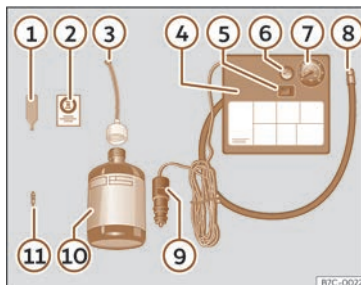

Fig. 38 Representación estándar: contido do kit anticipadas.
O kit anticipadas atópase no compartimento do maleteiro, baixo o revestimento do chan. Inclúe os seguintes compoñentes»» **fig. 38** :
- Desaparafuse a carapucha e o obús da válvula do pneumático. Use o dispositivo »» **fig. 38** 1 para extraer o obús. Póñao sobre unha superficie limpa.
- Sacuda con forza a botella de illante de pneumáticos»» **fig. 38** 10.
- Enrosque o tubo de inflamento»» **fig. 38** 3 na botella de illante. O precinto da botella romperá automaticamente. »»
• Retire o tapón do tubo de carga»» **fig. 38 ③** e enrosque o extremo aberto do tubo na válvula do pneumático.
• Volva a colocar o obús co dispositivo »» **fig. 38 ①** na válvula do pneumático.
• Enrosque o tubo de inflamento do pneumático do compresor»» **fig. 38 ⑧** na válvula do pneumático.
• Asegúrese de que o parafuso de evacuación de aire estea pechado»» **fig. 38 ⑥**.
• Acople o conector»» **fig. 38 ⑨** á toma de corrente de 12 voltios do vehículo »» páx. 158.
• Conecte o compresor de aire con conmutador ON/OFF»» **fig. 38 ⑤**.
• Pegue o adhesivo»» **fig. 38 ②** no cadro de instrumentos, dentro do campo visual do condutor.
Enrosque de novo o tubo de inflamento »» **fig. 38 ⑤** e comprobe a presión no manómetro **⑥**.